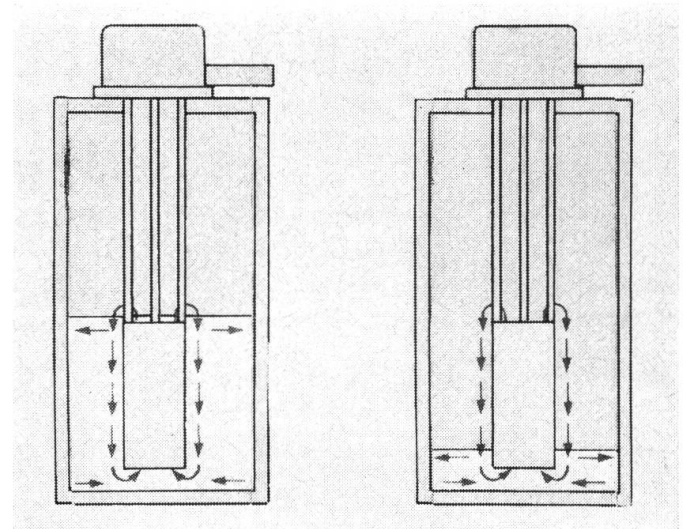

Abb. 19: Strömung der Milch am Zylinder (rechts zu wenig tief eingetaucht).
- zu geringe Eintauchtiefe erhöht die Gefahr der Butterung und Eisbildung, deshalb soll der Kühler erst eingeschaltet werden, wenn der Verdampfer ganz mit Milch bedeckt ist (Schaumbildung ist als ein Warnzeichen zu betrachten) (Abb. 19)